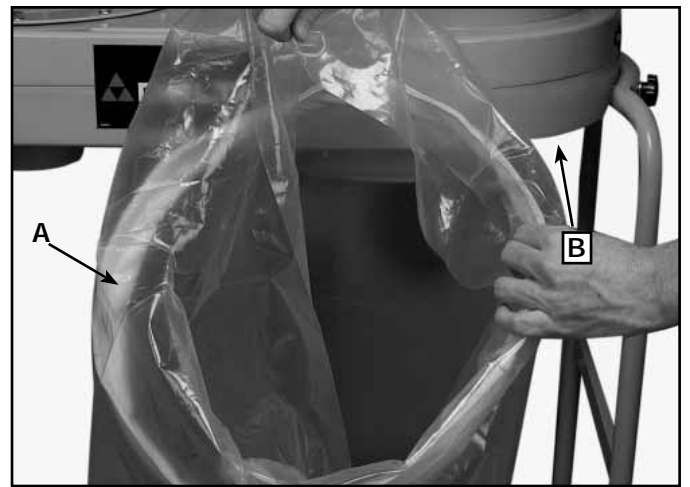
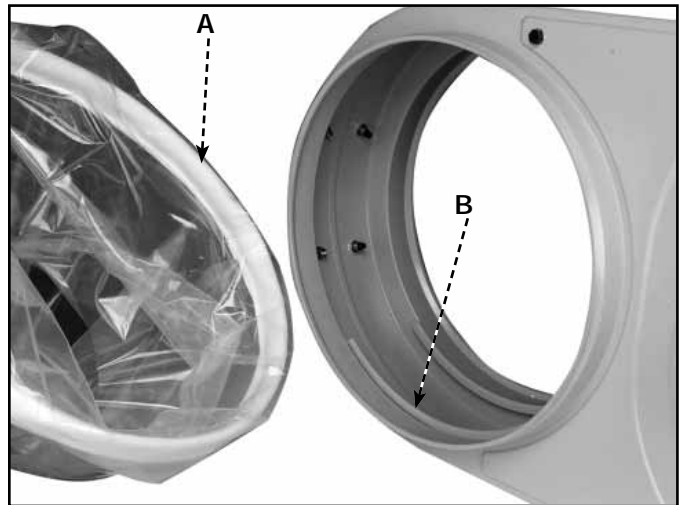

Fig. 8
Fig. 9
1. Prendre l'anneau de retenue du sac gainé de tissu (A) fig. 8, et l'insérer dans l'ouverture du sac collecteur de poussière en plastique transparent. Enrouler environ 15 cm (6 po) du sac autour de l'anneau de retenue.
2. Insérer le sac dans le grand trou (B) fig. 8, du module moteur-souffleur et insérer l'anneau de retenue (A) fig. 8, et (A) fig. 9, dans la rainure inférieure (B) fig. 9. Au besoin, plier l'anneau pour l'insérer en place.
5. Insérer l'extrémité ouverte du sac filtrant dans la rainure supérieure du tambour du dépoussiéreur jusqu'à ce que le sac soit fixe et scellé. (D'une façon similaire à l'insertion de l'anneau interne du sac inférieur, fig. 9. Au besoin, plier l'anneau de retenue interne pour l'insérer en place.